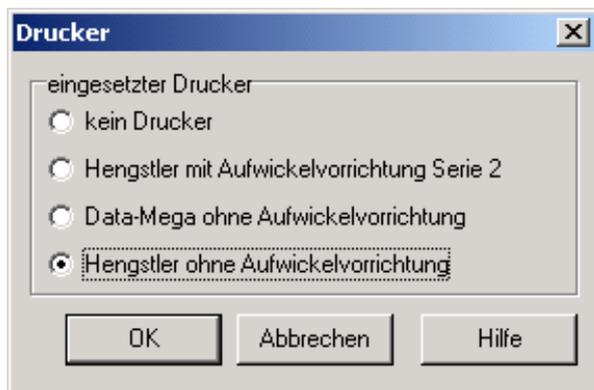

Abb. 118: Programmierung
4. Bedienteilfront einsetzen und mit Halteklammern am Rahmen befestigen, Drucker in Haltewinkel ① einsetzen und mit beiliegenden Schrauben ② montieren.
5. Drucker anschließen ④ (siehe nächste Seiten Abb. 118 + 120) (Flachkabel und +12 V DC Spannungsversorgung).